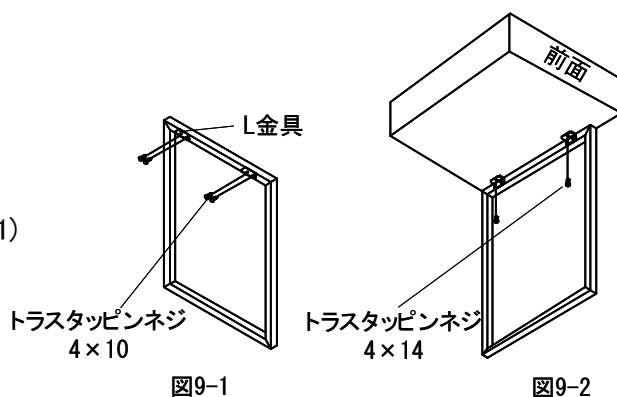

図9-1
- ①ドレッサーユニットの引出を取り外してください。
- ②ドレッサー脚に所定のネジでL金具を取付けてください。(図9-1)